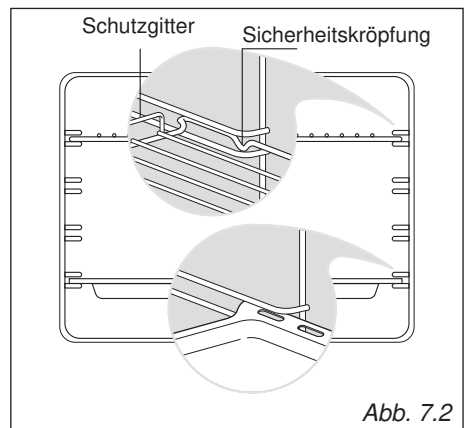

Abb. 7.2
- Führen Sie die Fettpfanne und den Grillrost zwischen die Schienen der Seitenhalterungen ein, wie in Abb. 7.2 dargestellt.